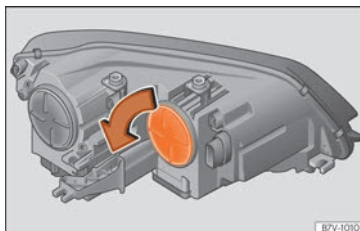

Fig. 109 Dans le compartiment moteur : cache du clignotant.
- Tournez le cache » **fig. 109** dans le sens de la flèche et retirez-le.
7.	Tournez le cache » fig. 109 jusqu'en butée dans le sens contraire à celui de la flèche.